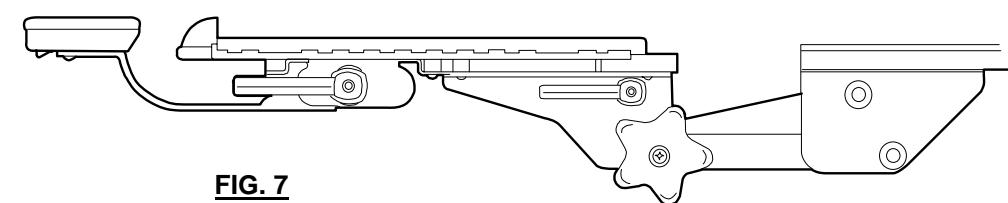
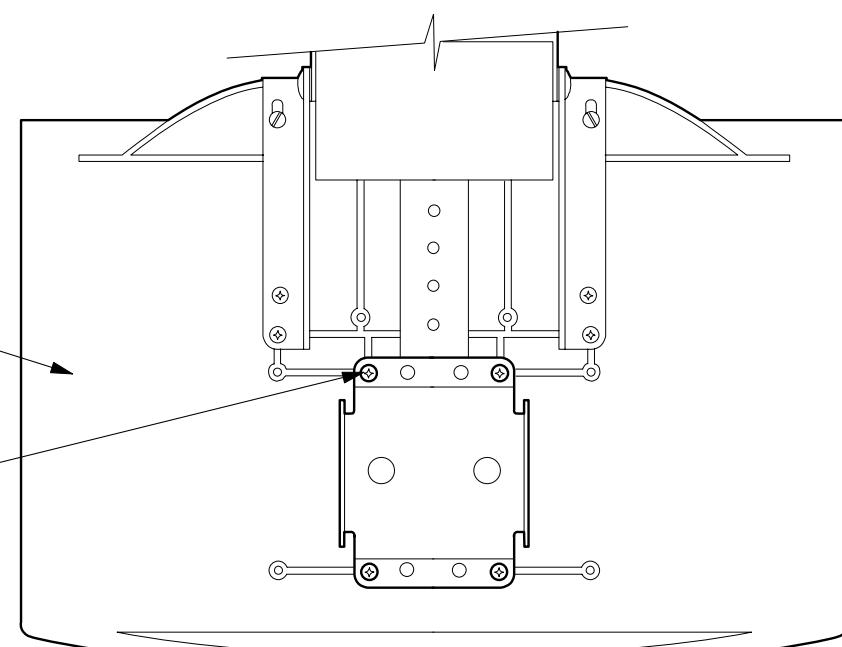

FIG. 7
FIG. 6A CENTER MOUNT
4. Line up four (4) holes on AKP tray base with four (4) holes in palm-rest track (**Figs. 6A, 6B, 6C**). Make sure palm-rest is oriented properly (**Fig. 6**). Use four (4) screws provided to attach palm rest to AKP tray base.
4. Aligner les quatre (4) trous de support du plateau AKP sur les quatre (4) trous de la glissière du repose-mains (**Figs. 6A, 6B, 6C**). S'assurer que le repose-mains est orienté correctement (**Fig. 6**). Utiliser les quatre (4) vis pour fixer la glissière de repose-mains au support de plateau AKP.
4. Breng de vier (4) gaten van de AKP bladsamenstel in één lijn met de vier (4) gaten in de steunplaat (**Figs. 6A, 6B, 6C**). Zorg er voor dat de handsteun in de goede stand staat (**Fig. 6**). Gebruik de (4) schroeven voor het bevestigen van het steunplaat aan het AKP bladsamenstal.
4. Alinee los cuatro (4) agujeros en la base de la bandeja AKP con los cuatro (4) agujeros en al corredera del descanso para la mano (**Figs. 6A, 6B, 6C**). Asegúrese de que el descanso para la mano esté orientado correctamente (**Fig. 7**). Use los cuatro (4) tornillos para fijar el descanso para la mano a la base de la bandeja AKP.